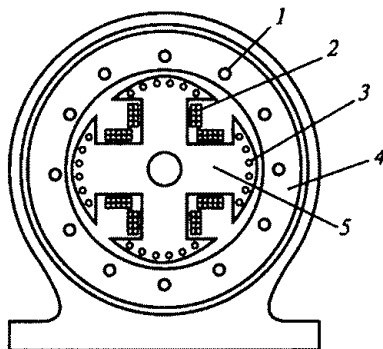

Рис. 229
9.65. Для какой из частей синхронной машины на рис. 229 неправильно указан материал, из которого она изготавливается?